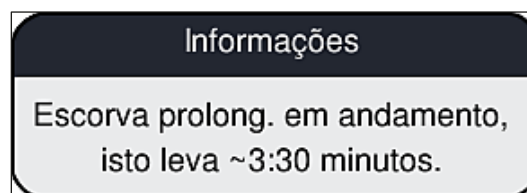

Fig. 107
6. Na tela, surge a mensagem de informações (→ Fig. 107) que informa o usuário sobre a duração. Esta mensagem aparece assim que o bombeamento de ar é concluído.